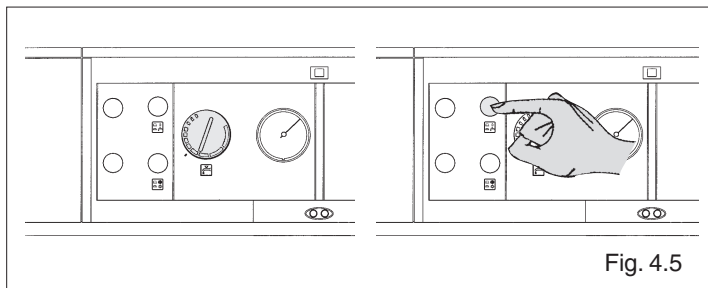

Fig. 4.5
- modificando la regolazione del termostato (fig. 4.5).
- intervenendo sull'interruttore del bollitore (fig. 4.5).